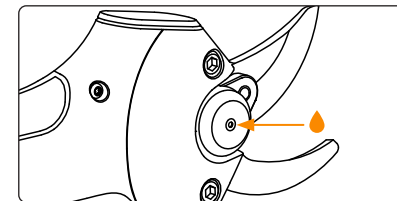

Figura 5: Localização do orifício de lubrificação.
- As lâminas de corte e as inferiores devem ser lubrificadas regularmente, colocando massa universal no orifício de lubrificação (pequeno entalhe no eixo, como se vê na Figura 5).